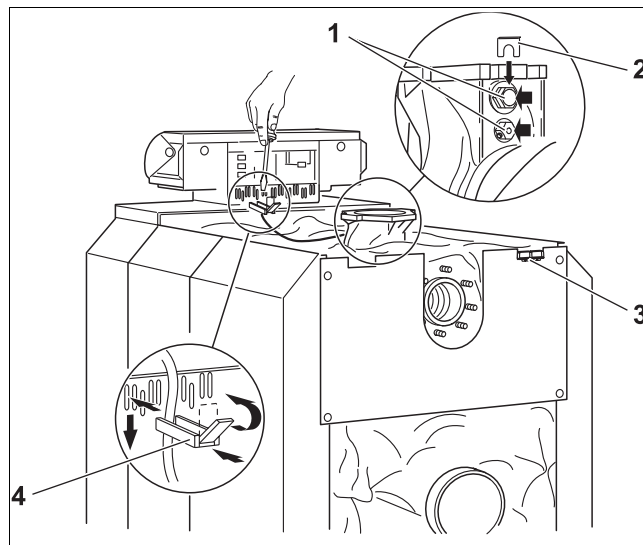

Рис. 52 Крепление электрической проводки
- Установить датчики в соответствующие гильзы и закрепить фиксатором (выноска на → рис. 52, повернуто на 180°).